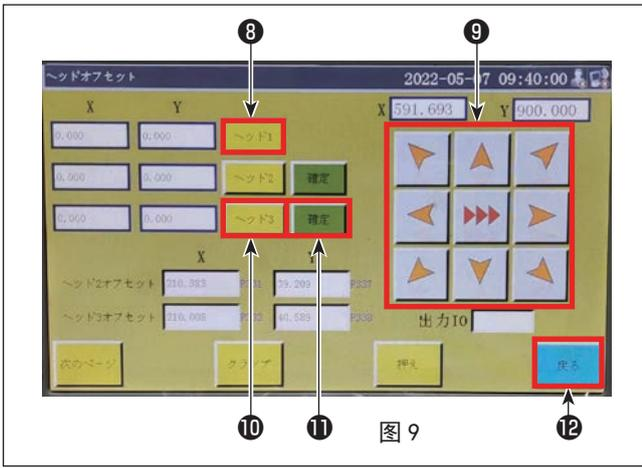

图 9
7) 点下‘头 1’ ⑧，‘头 1’ ⑧ 旁边的 X,Y 数值产生变化（如图 9）；
8) 点图 9 界面的键⑨上下左右移动，使机针扎在模板上的点与画笔气缸笔尖对中，点击‘返回’，⑫回到图 8 界面。